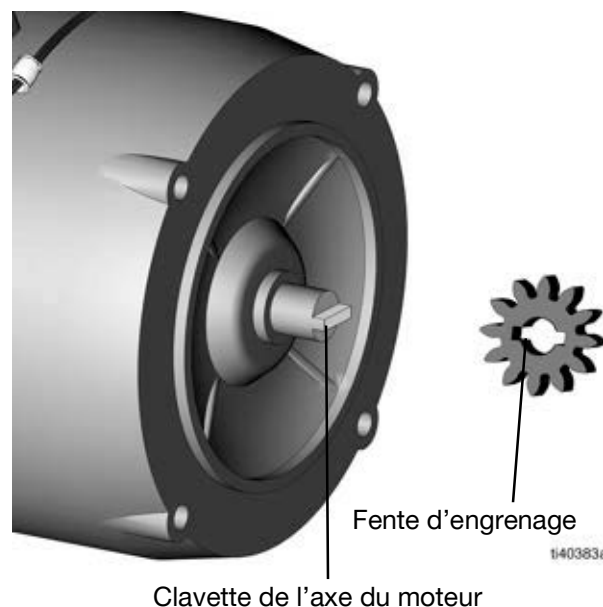

FIG. 14
5. Placez l'ensemble de boîtier de pompe sur le moteur (9). La clavette de l'axe du moteur doit correspondre à la fente d'engrenage, sur le capot intérieur (FIG. 14).